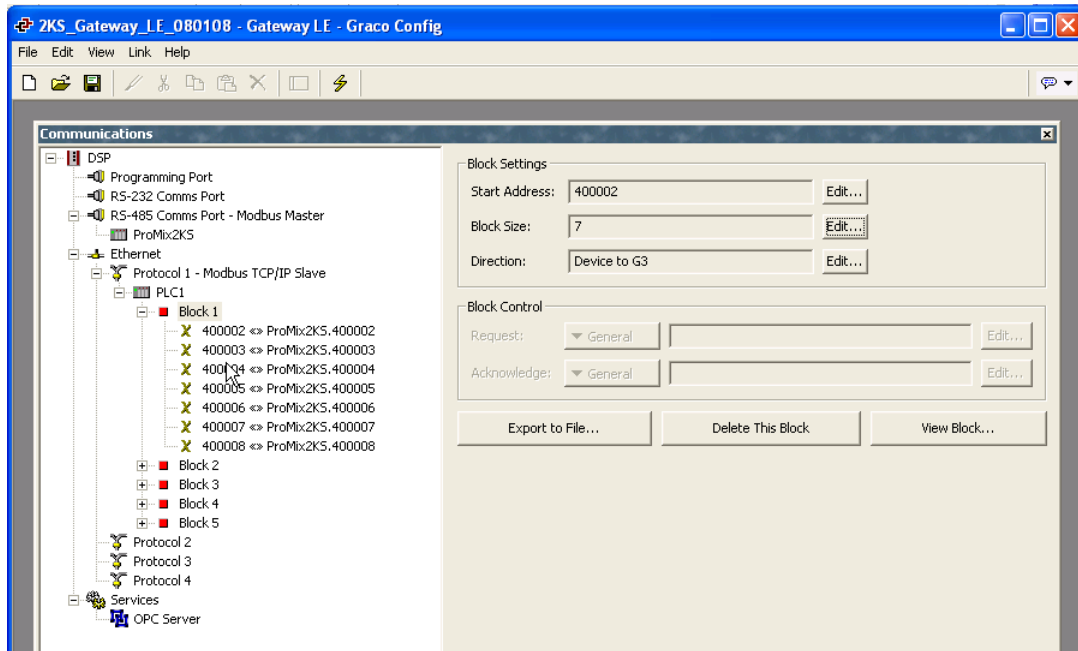

FIG.25: Dati di mappatura dei blocchi
4. Vedere la FIG.25. Fare clic su OK. L'intervallo degli indirizzi verrà visualizzato sotto il corretto Blocco, sul lato sinistro della finestra.